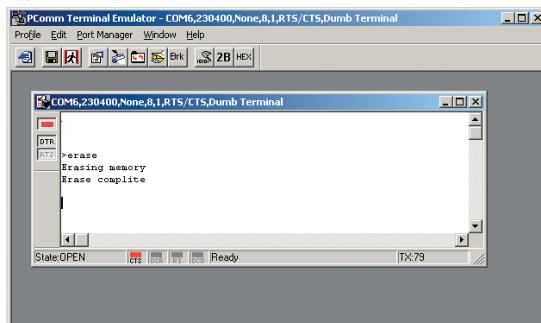

Рис. 91
8. Удалите речевые сообщения записанные заводом-изготовителем. Для этого в диалоговом окне введите с клавиатуры команду «**erase**» и нажмите клавишу «**enter**». Если допустили опечатку, то просто начните вводить заново. По завершении операции в диалоговом окне появится сообщение «**Erase complete**» (рис. 91).